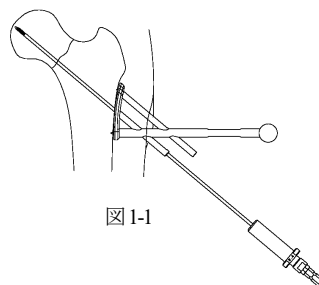

図 1-1
- 1) 骨折部の修復後、遠位のチューブプレート型スライディングスクリューが正面像でカルカー上、軸斜像で頸部中央に導入されるよう刺入位置を決定します。刺入点を中心に約 20～30mm 程縦切し、プレート形状のトライアル型アングルガイド 130° 14mm/16mm を使用して設置位置の確認後、遠位側及び近位側側へ 2.4 ガイドピンを刺入します。（図 1-1、1-2）